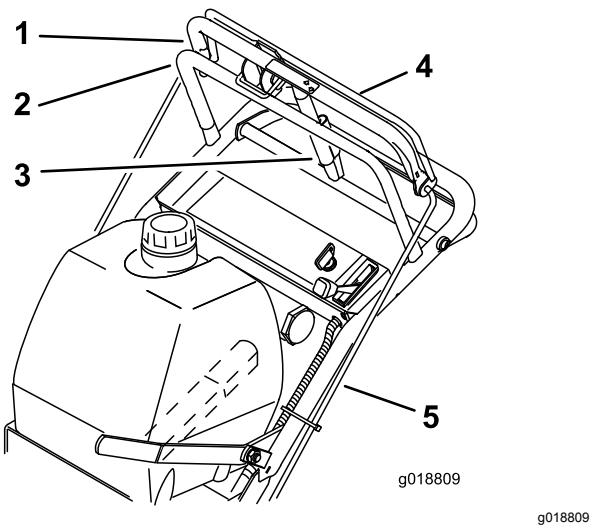

Figura 18
1. Compruebe el espacio entre la barra de control superior y la barra fija con la transmisión de las ruedas totalmente engranada. La distancia debe ser de 25 mm a 32 mm (1" – 1 $\frac{1}{4}$ ") aproximadamente, como se muestra en la Figura 18.